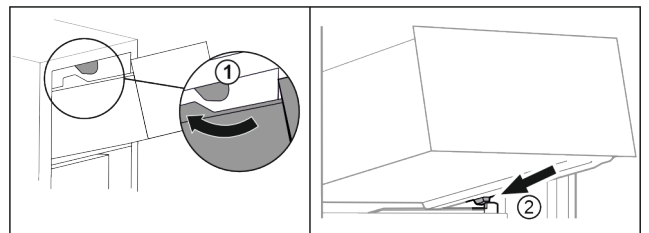

Fig. 63
- ▶ Обведите выдвижной ящик вокруг верхнего стопора. Fig. 63 (1)
- ▶ Наклоняя вниз, установите выдвижной ящик за нижние стопоры на контейнерное ребро. Fig. 63 (2)